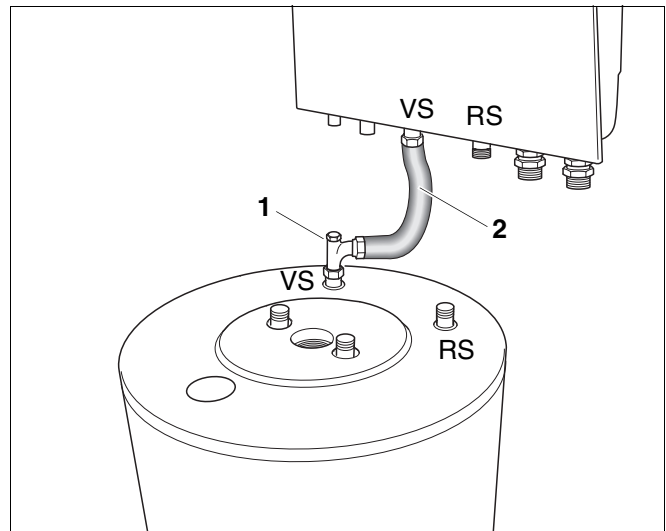

Abb. 17 Wellschlauch an Speichervorlauf montieren
- In die Winkelverschraubung (Abb. 17, **Pos. 1**) die Dichtung einlegen.
- Winkelverschraubung (Abb. 17, **Pos. 1**) am Vorlauf des Speicher-Wassererwärmers schrauben und ausrichten (ca. 45° nach rechts, siehe Abb. 17).
- Wellschlauch (Abb. 17, **Pos. 2**) mit den Überwurfmuttern und eingelegten Dichtungen zwischen die Winkelverschraubung des Vorlaufs am Speicher-Wassererwärmer und am Vorlauf des Heizkessels schrauben.